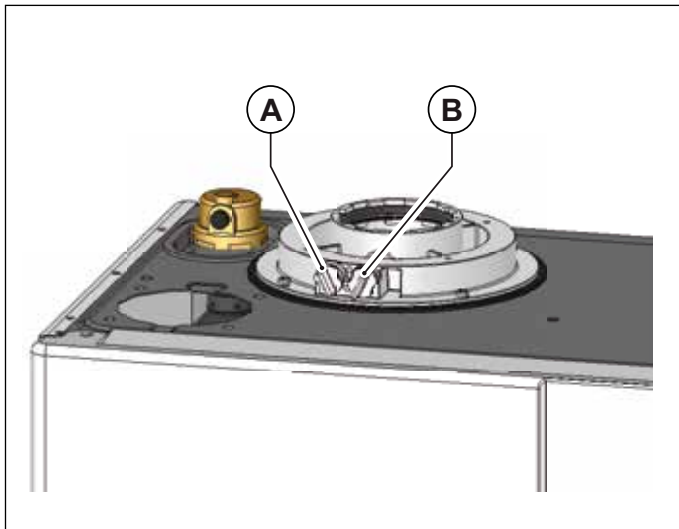
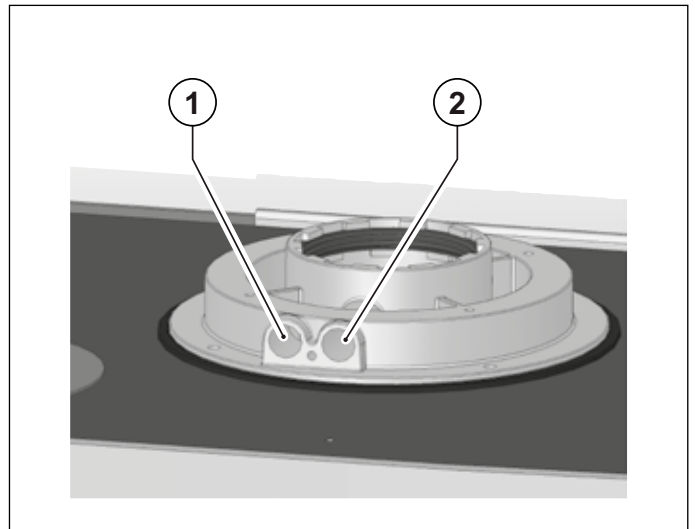

Fig. 20 Posizione tappi
Fig. 21 Posizione fori
La caldaia è provvista di una torretta per il collegamento della tubazioni di aspirazioni aria/scarico fumi (vedi Fig. 20 Posizione tappi e Fig. 21 Posizione fori).
Nella torretta sono stati predisposti dei fori per l'accesso diretto all'aria comburente ed allo scarico dei fumi (vedi Fig. 20 Posizione tappi).
Prima di effettuare le misurazioni togliere i tappi **A** e **B** dai fori predisposti sulla torretta (vedi Fig. 20 Posizione tappi).
- misura dell'aria comburente prelevata nell'apposito foro **1** (vedi Fig. 21 Posizione fori).
- misura della temperatura fumi e della CO₂ prelevata nell'apposito foro **2** (vedi Fig. 21 Posizione fori).